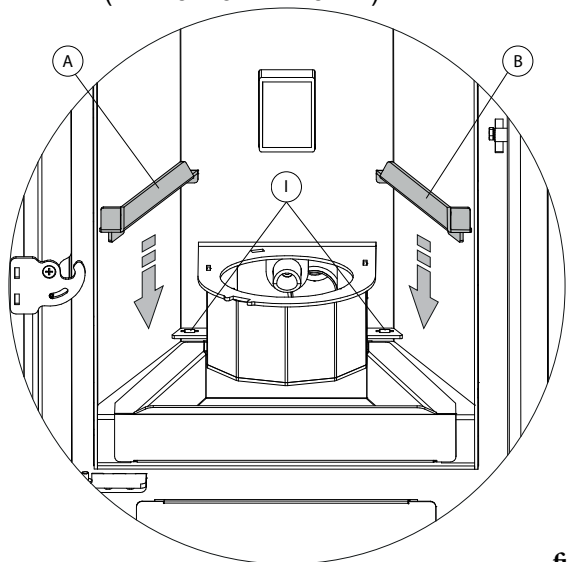

fig. 5.4.3
- Setzen Sie die beiden Halterungen A und B ein und achten Sie dabei darauf, dass die beiden Blätter am hinteren Teil der Halterungen in die entsprechenden Schlitze in der Brennkammer eingesetzt werden (Abb. 5.4.3- Abb. 5.4.4)